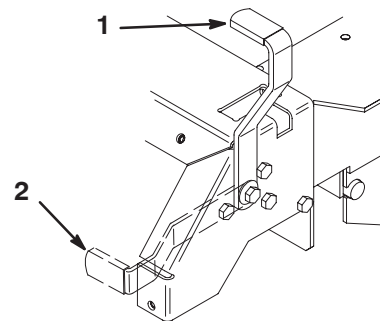

Figure 5
2. Tirez le frein de stationnement en arrière et vers le haut pour le serrer (Fig. 5). Une fois serré, le frein de stationnement ne doit plus bouger.
Poussez le levier du frein de stationnement vers l'avant et vers le bas afin de le desserrer (Fig. 5).